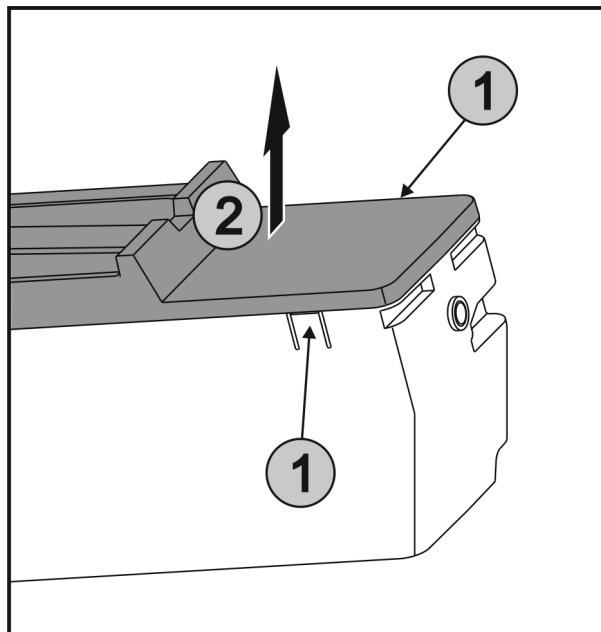

Fig. 81
- ▶ Istočasno pritisnite spono Fig. 81 (1) na obeh straneh EasyTwist-Ice in dvignite pokrov Fig. 81 (2) v smeri navzgor.